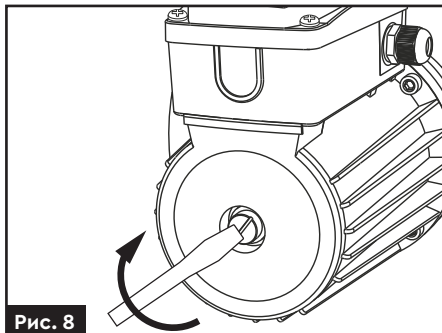

Рис. 8
1. Викрутіть пробку випуску повітря для видалення повітря з насоса (**рис. 8**).